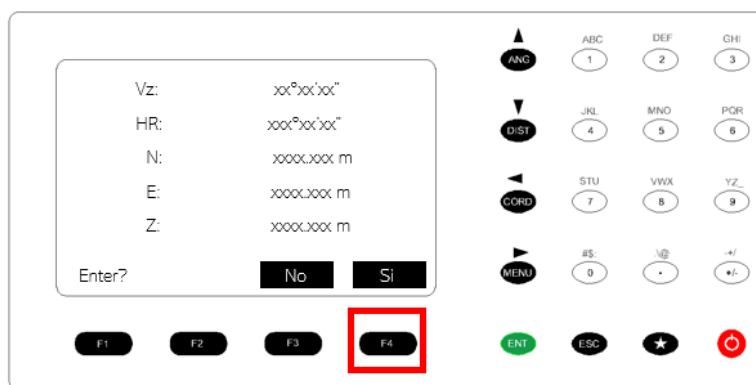

Figura 58. Visualización de la lectura.
36. Verificar y anotar las coordenadas y presionar F4 Si, para guardar el punto. Figura 58.